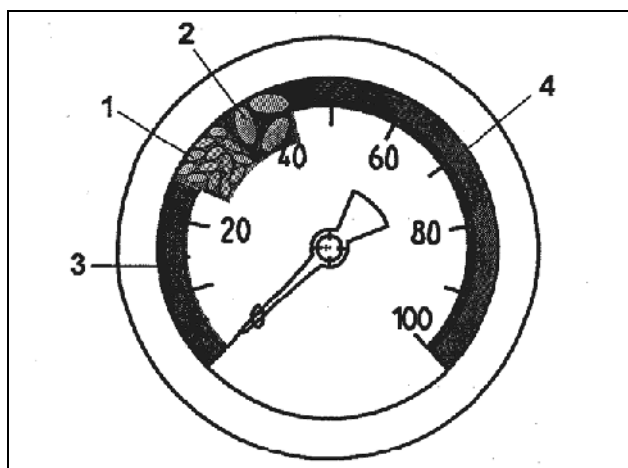

Fig. 107
- 25 og 35 mbar (Fig. 107/1) hhv.
- mellem 35 og 45 (Fig. 107/2) mbar betraget.